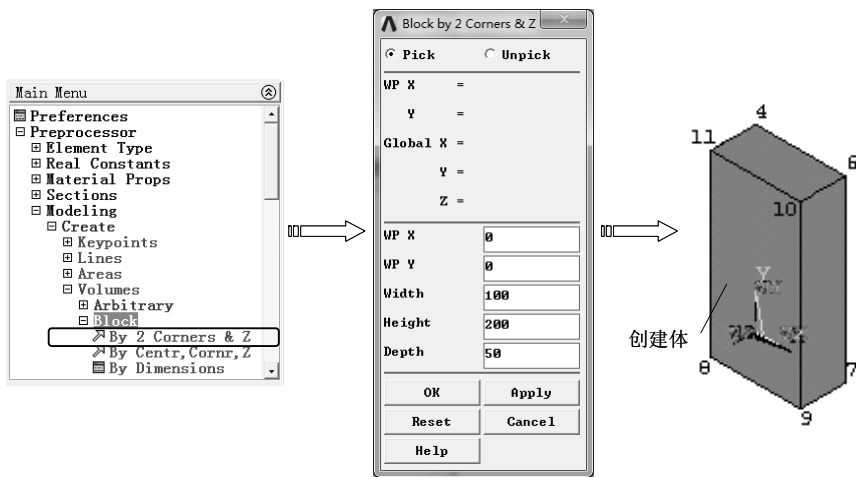

图 2-56 通过底面的两个对角点和高生成长方体
(1) 通过底面的两个对角点和高生成长方体 选择“Main Menu>Preprocessor>Modeling>Create>Volumes>Block>By 2 Corners & Z”命令，弹出“Block by 2 Corners & Z”对话框，在“WP X”和“WP Y”文本框中输入底面角点的X、Y坐标，在“Width”“Height”“Depth”文本框中输入长、宽、高，然后单击“OK”按钮创建长方体，如图2-56所示。